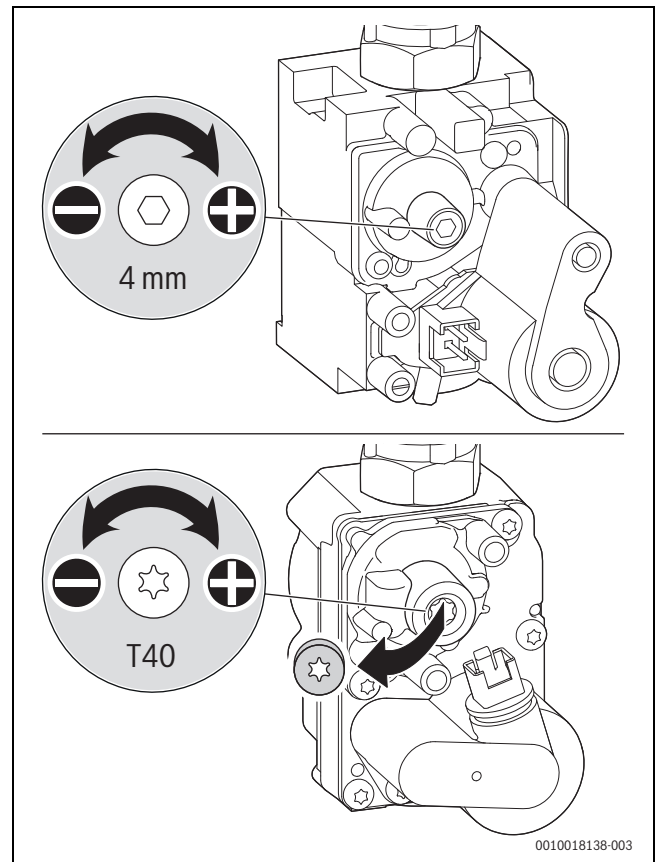

Bild 57 CO₂- oder O₂-Gehalt einstellen
- Plombe an der Einstellschraube der Gasarmatur entfernen (nur bei der unteren Gasarmatur in Bild 57) und CO₂- oder O₂-Gehalt für minimale Nennwärmeleistung einstellen.